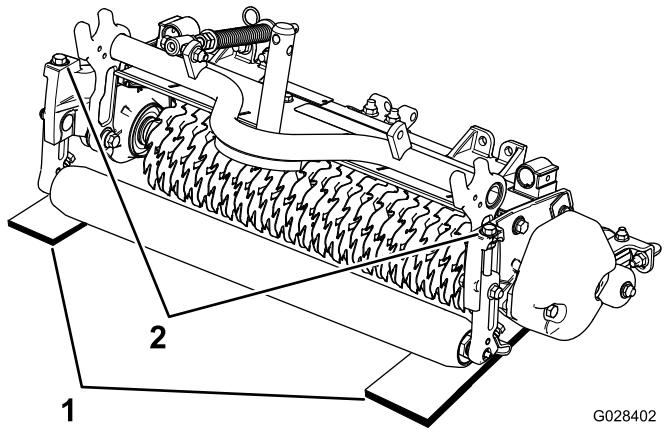

図 9
2. 希望する深さ刃が地面に食い込む深さと同じ厚さのゲージバーを2枚用意し、ユニットの左右で後ローラとバーチカッターリールの下にあてがう図9。
3. 各刈高ブラケットについている調整ボルト 図9を使って、リール刃の両端を床に接触させる。